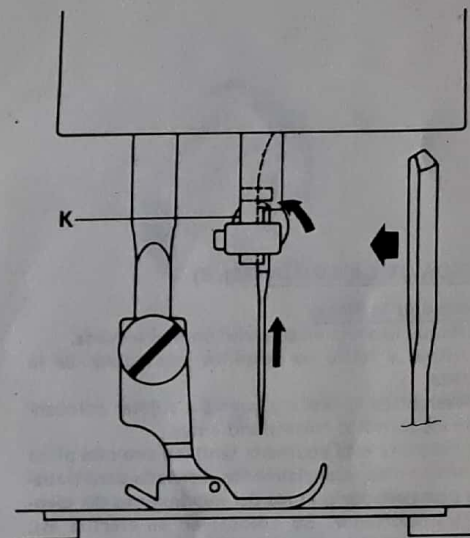

Fig. 1
- \* Coloque la nueva aguja en el sujetador empujándola hacia arriba y asegurándose que la cara plana del mango de la aguja quede hacia atrás (en sentido contrario de quien cose) (fig. 1)